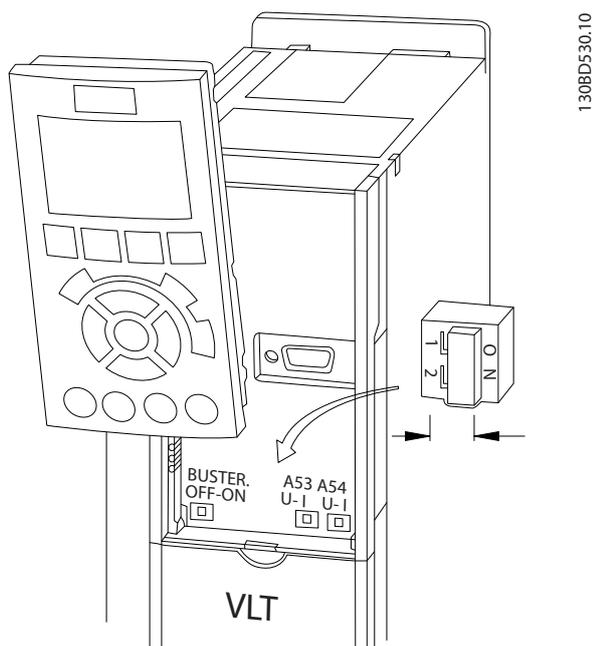

図 4.13 端子 53 と 54 スイッチの位置
1. ローカル・コントロール・パネルを削除(図 4.13 を参照)。
- 各セグメントは、周波数変換器の終端スイッチ (バス端末オン / オフ、図 4.13 を参照) またはバイアス終端抵抗ネットワークのいずれかを使用して両端を終端する必要があります。